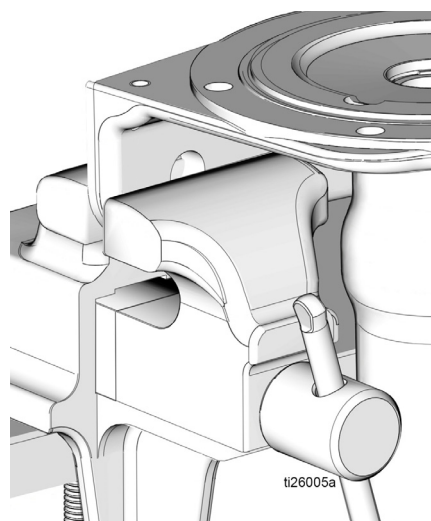

FIG. 24
17. Riposizionare la base della pompa (1) in una morsa come mostrato in FIG. 24.